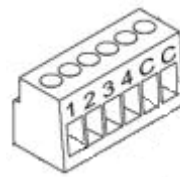

Figura 3. Clema de conexión de entradas
- **Botón de programación:** una pulsación corta sobre este botón sitúa al dispositivo en modo programación, con lo que el LED asociado (2) se ilumina en rojo. Si este botón se mantiene pulsado en el momento en que se aplica la tensión de bus, QUAD entra en modo seguro. El LED reacciona parpadeando en rojo.
- **Base de conexión de entradas:** punto de inserción de la clema con tornillos (ver Figura 3) que permitirá conectar las diferentes entradas de QUAD (de la 1 a la 4). Para un correcto funcionamiento, los terminales de los elementos de entrada (pulsador, interruptor, sensor, sonda de temperatura o detector de movimiento) deben conectarse, por un lado, al zócalo de entrada correspondiente (puntos de conexión 1 a 4) y por otro, a cualquiera de los dos puntos de conexión comunes, identificados como “C” en la clema, los cuales se encuentran internamente conectados, lo que permite utilizar uno u otro indistintamente.